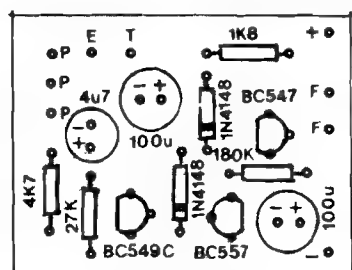

Fig. 3
- **FIG. 3 - "CHAPEADO" DA MONTAGEM** - Pelo lado cobreado, com a visão dos componentes, a plaquinha é tão simples quanto pela sua face cobreada... As peças, como é norma em **APE**, estão todas identificadas pelos seus códigos, valores, polaridades, utilizações diretas que permitem mesmo ao iniciante "tocar o assunto" sem nenhum problema (como sempre, basta um pouco de atenção, e eventuais consultas ao **TABELÃO APE**, nas primeiras páginas da Revista, quando dúvidas "cruéis" surgirem...). Os pontos que requerem um pouco mais de cuidado são: